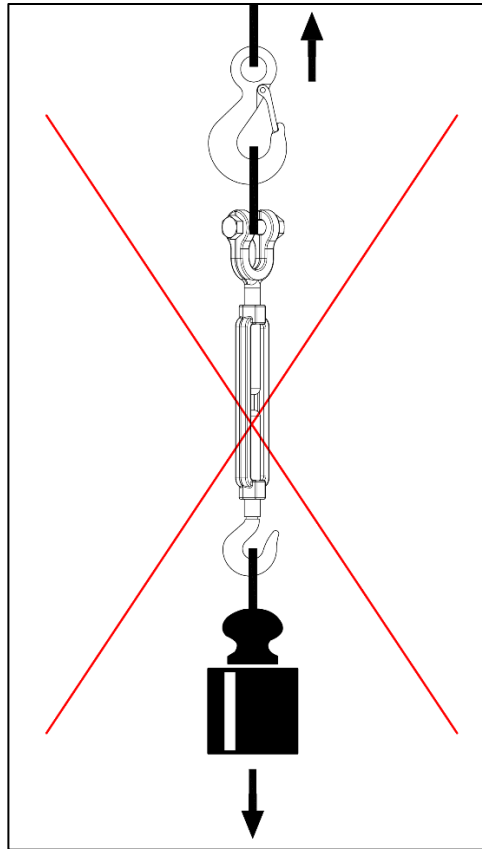

Fig.4
Il tenditore può essere utilizzato anche per operazioni di sollevamento, purchè non in configurazione a tiro singolo (par. 10 fig.4). In tale configurazione, infatti, il carico può ruotare liberamente, generando il rischio che i terminali si svitino fino a fuoriuscire della canaula, con conseguente caduta del carico.
- NON utilizzare l'accessorio per il sollevamento a tiro singolo (Fig.4);